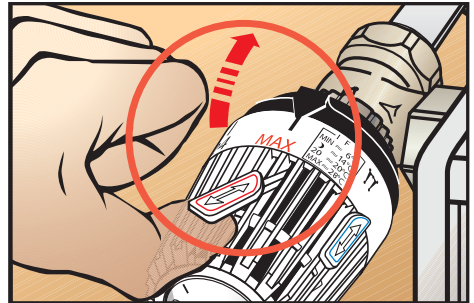

Abb. 2: Sparclip anheben und herausziehen
- Den Sparclip anheben und herausziehen (Abb. 2).